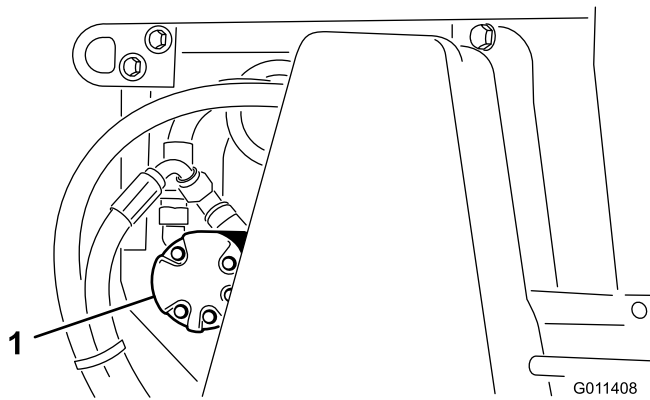

Figure 23
2. Desserrez les écrous de fixation du moteur de brosse (Figure 23) sur le côté gauche de la machine.